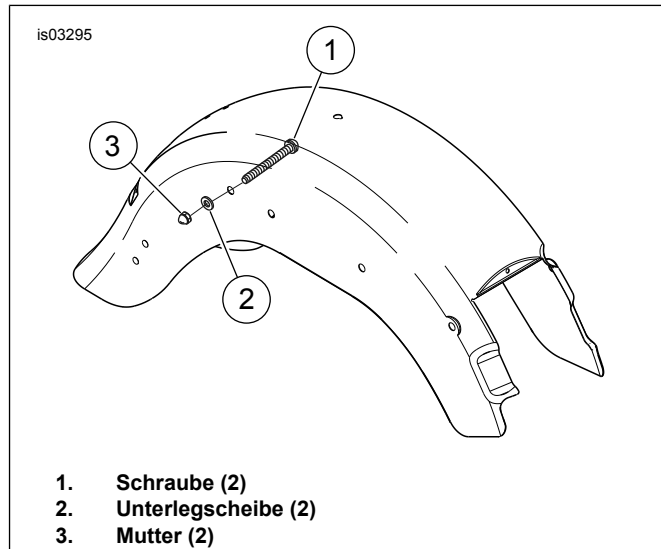

Abbildung 2. Befestigungsteile (FLST) anbringen
3. Siehe Abbildung 2. Die Satteltasche mit der Schraube (aus dem Breitreifen-Teilesatz) (1), Unterlegscheibe (2) und Mutter (3) einbauen. Die Schrauben werden von innen nach außen am Schutzblech eingebaut.